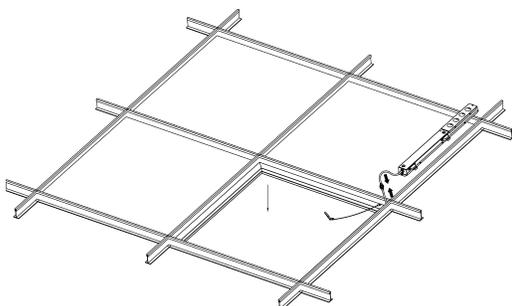

Figure 3
3. Put the fixture in the ceiling grid and connect to LED driver. (see Fig. 3)
3. Placez le luminaire dans la grille et connectez-le au pilote DEL. (voir Fig. 3)